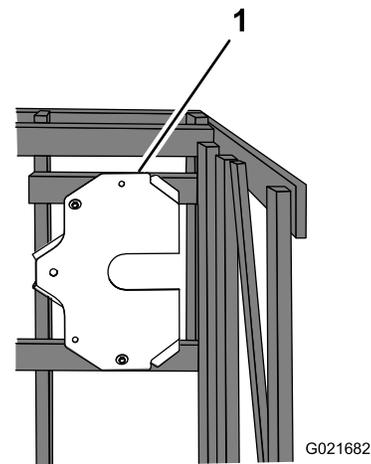

Bild 10
1. Entfernen Sie die Schrauben, mit denen die Befestigungsplatte an der Kiste befestigt ist. (Bild 10).